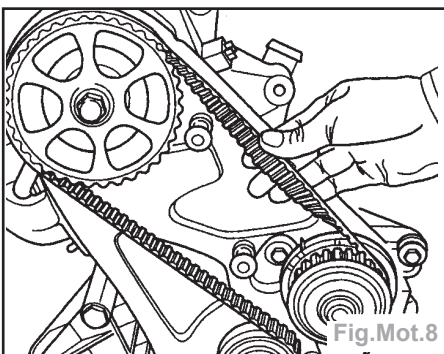

Fig.Mot.8
- Il doit être tout juste possible de tourner la courroie d'environ **90°** (Fig.Mot.8).